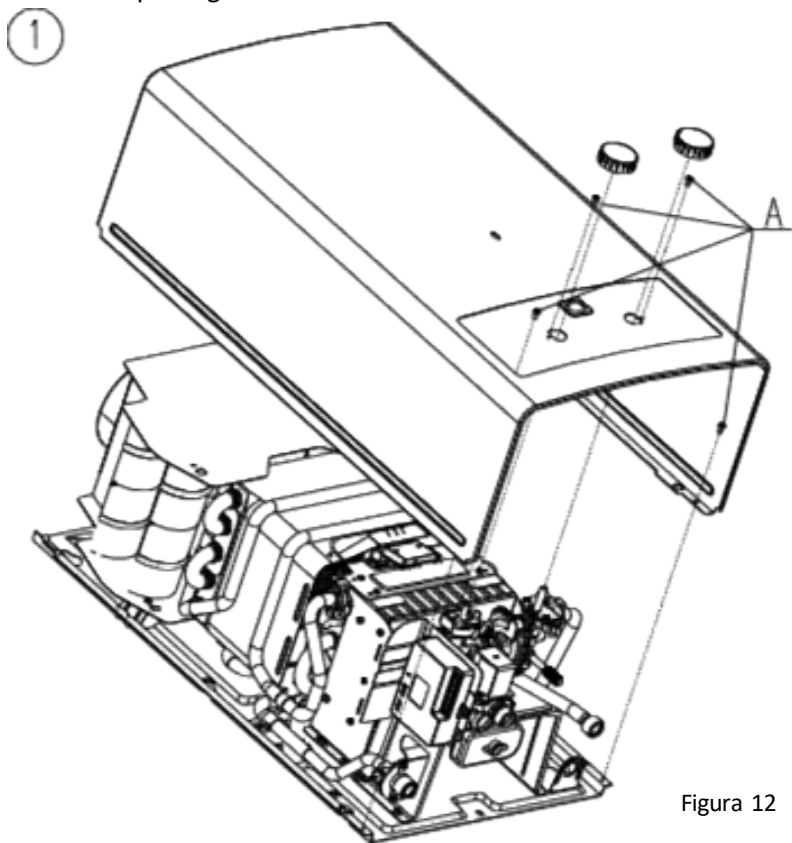

Figura 12
2. Como se muestra en la figura 12, remueva las dos perillas del frente. Remueva 2 tornillos desujeción que se encuentran bajo las perillas y 2 tornillos desujeción que afirman el frente al respaldo. Remueva finalmente el frente desplazando el frente sobre los clip de agarre.